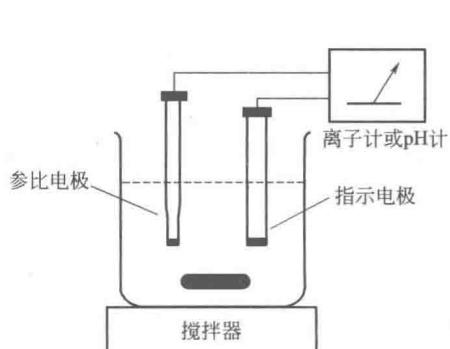

图 1-2 直接电位法测定装置示意
(1) 直接电位法 直接电位法是通过测量电池电动势（图 1-2）来确定指示电极的电位，然后根据 Nernst 方程由所测得的电极电位值计算出被测物质的含量。常用于溶液 pH 和一些离子浓度的测定。可用于许多阴离子、阳离子、有机物离子的测定，尤其是一些其他方法较难测定的碱金属、碱土金属离子、一价阴离子及气体的测定。因为测定的是离子的活度，所以可以用于化学平衡、动力学、电化学理论的研究及热力学常数的测定。